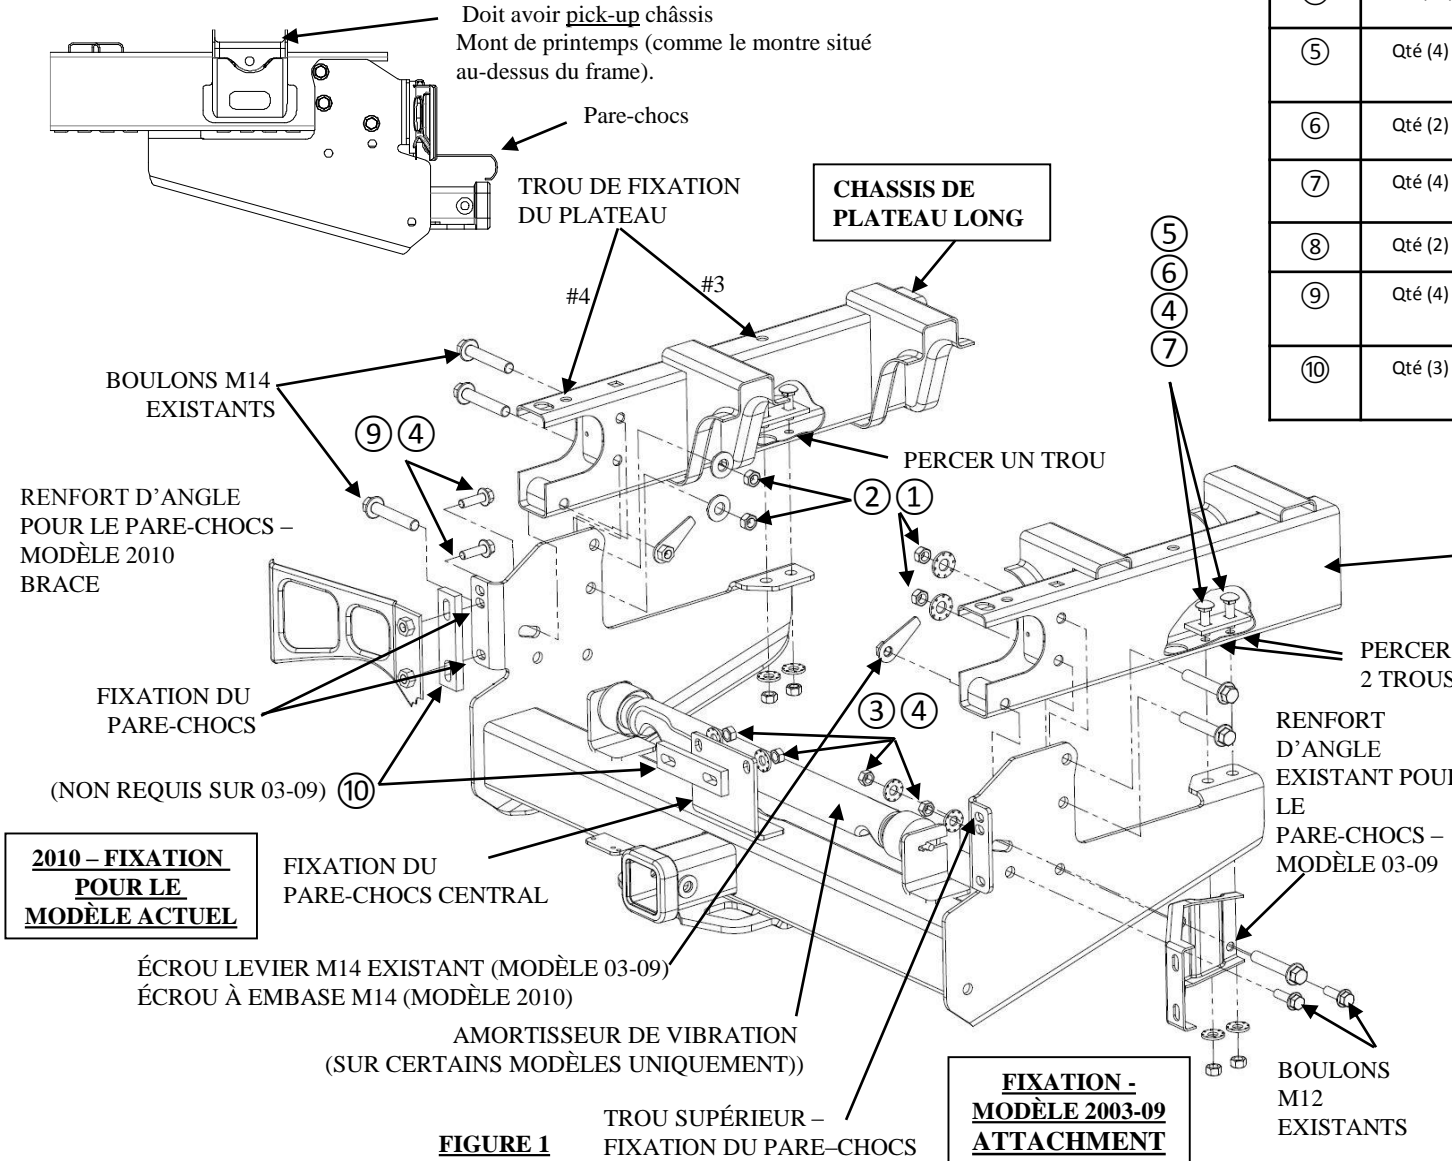

FIGURE 1
12. Si le système comprend un amortisseur de vibration, le retirer et l'installer sur ce système (comme indiqué en figure 1).
15. Installer les autres fixations comme indiqué en figure 1.